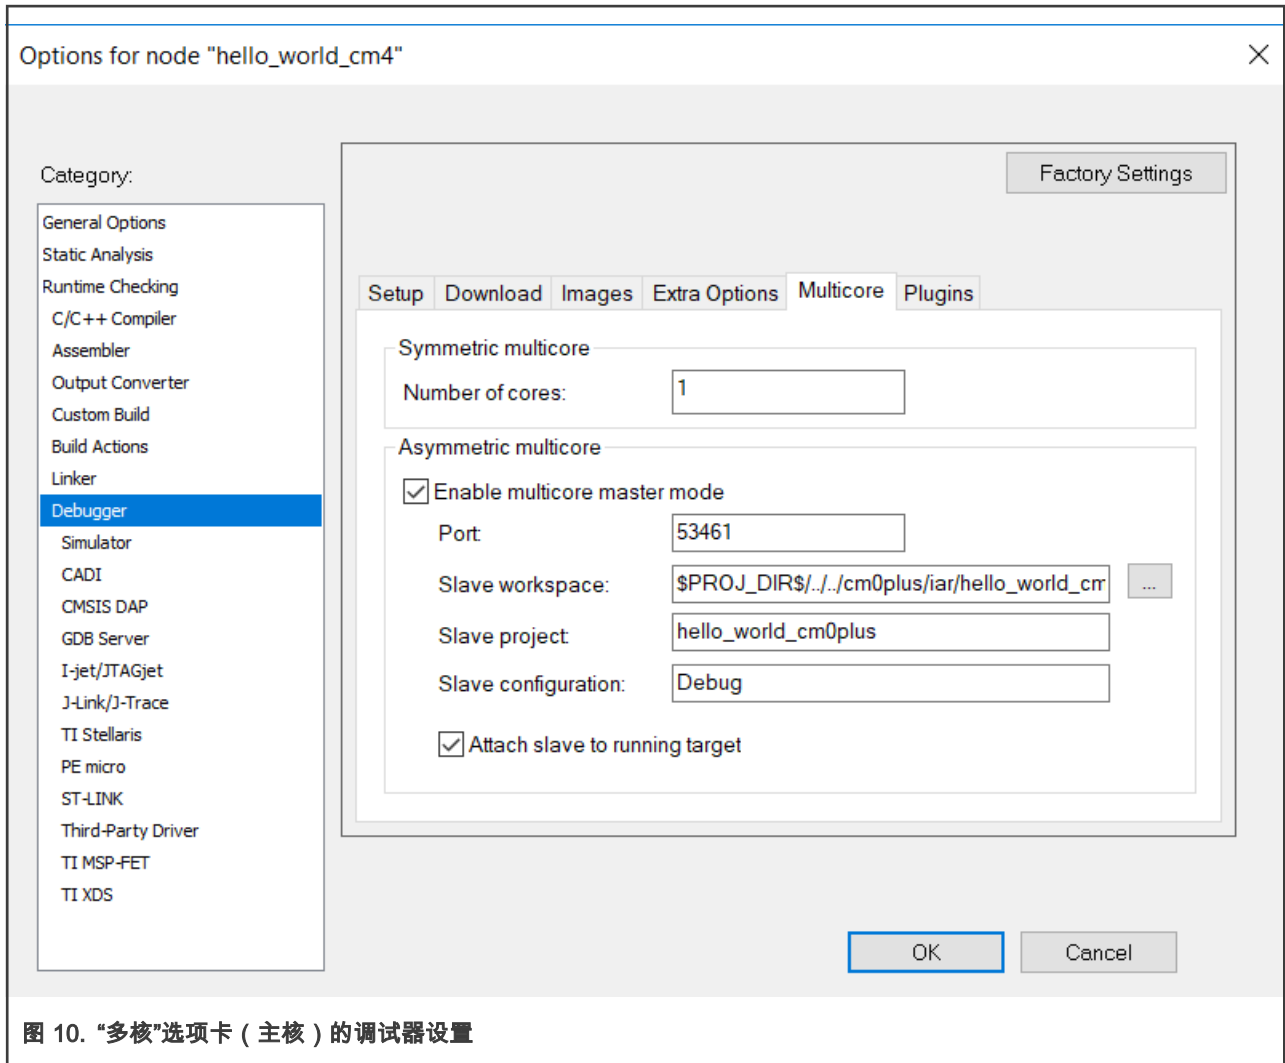

图 10. “多核”选项卡 (主核) 的调试器设置
3. 检查“多核 (Multicore)”选项卡。可以说这是最重要的选项卡。与链接器选项一样，此选项卡需要了解从属 (或从核) 工作空间。图 10 显示了“多核 (Multicore)”选项卡。